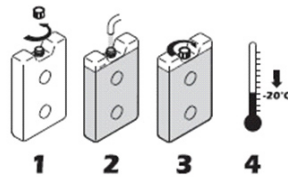

Figure 1 - Préparation des accumulateurs d'eau
- Remplissez les accumulateurs d'eau propre froide comme sur la figure 1. Les accumulateurs d'eau doivent être remplis à la verticale. Le niveau de remplissage ne doit pas dépasser le niveau indiqué. L'espace restant permet à l'eau de se répandre durant le phénomène de cristallisation au cours duquel le liquide passe à l'état solide.